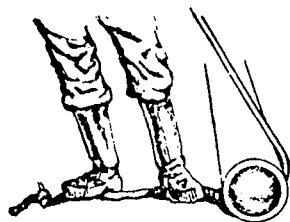

FIG. 7
- 1 — Em tubos de até 200 milímetros, a ponta da corda pode ser presa com os pés (fig. 7).